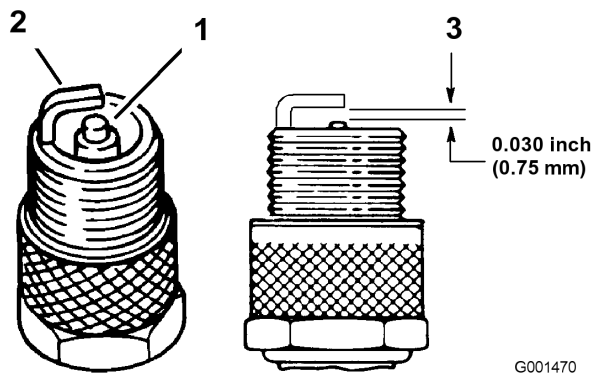

Figura 31
3. Compruebe la separación entre los electrodos central y lateral (Figura 31). Si la distancia no es correcta, doble el electrodo lateral (Figura 31).
3. Conecte los cables a las bujías (Figura 31).
1. Mire la parte central de las bujías (Figura 31). Si se observa un color gris o marrón claro en el aislante, el motor está funcionando correctamente. Si el aislante aparece de color negro, significa que el limpiador de aire está sucio.